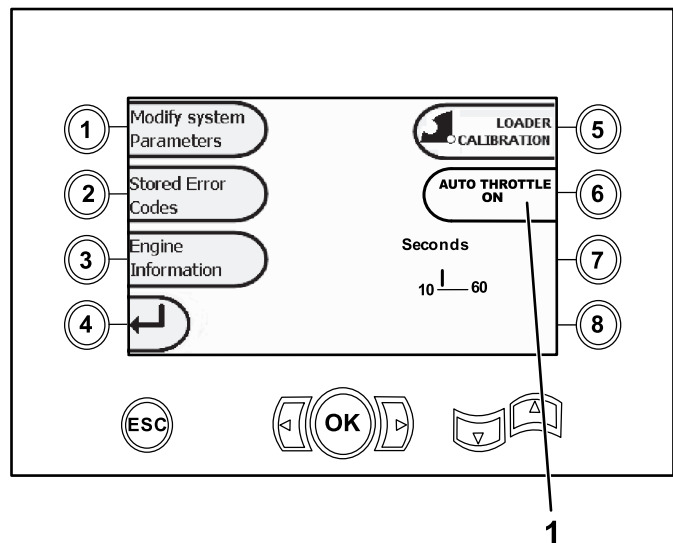
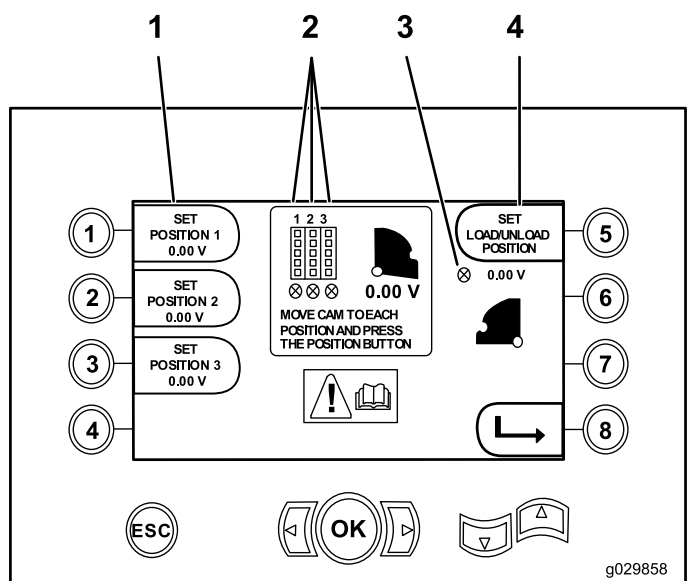

Рисунок 18
Рисунок 26
Только в версиях программного обеспечения K и выше: используйте эту страницу для калибровки кулачков загрузчика (Рисунок 18), как описано в разделе Рисунок 26.
Только в версиях программного обеспечения V и выше: используйте этот экран для управления функцией автоматической частоты вращения (Auto Throttle) (Рисунок 18).
Чтобы перейти на эту страницу, нажмите кнопку 1 на Страница диагностики и обновления \(страница 8\) для выбора пункта "Modify System Parameters" («Изменение параметров системы») (Рисунок 18).
- Кнопка 1 – установка положения 1 (Рисунок 26)
- Кнопка 2 – установка положения 2 (Рисунок 26)
- Кнопка 3 – установка положения 3 (Рисунок 26)
Чтобы установить положение загрузки или разгрузки, нажмите кнопку 5 (Рисунок 26).